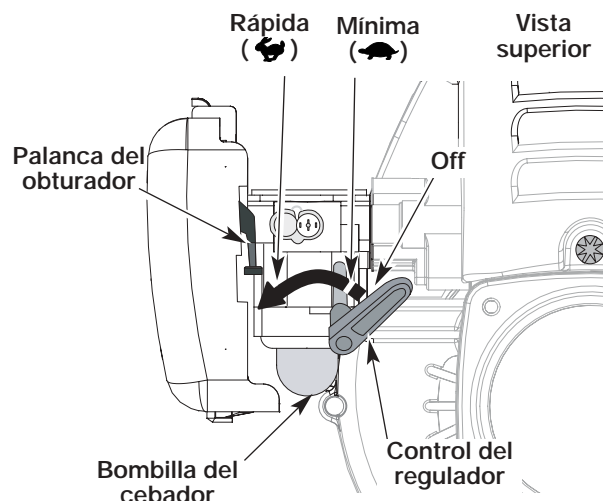
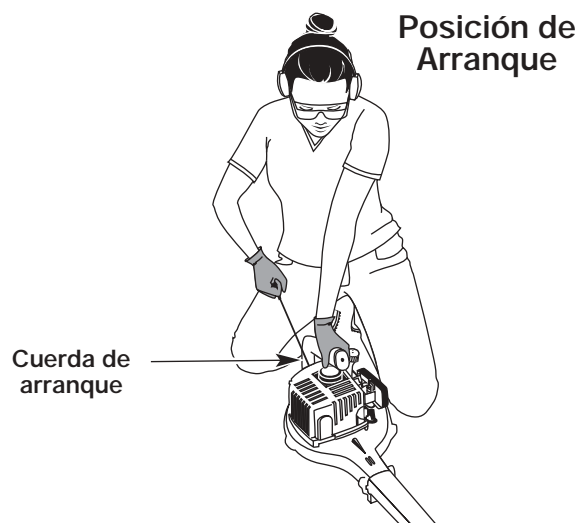

Fig. 2
Fig. 4
ADVERTENCIA: Evite los arranques accidentales. Esté en posición de arranque cuando hale la cuerda (Fig. 4).
4. Ponga la unidad en la posición de arranque (Fig. 4). Coloque el control del regulador en la posición de **RÁPIDA** (Fast) (Fig. 2).
1. Para apagar el soplador, mueva la palanca de control del regulador todo hacia la derecha, más allá de la posición de baja en vacío (Idle) hasta que sienta un clic. Cerciérese de mover la palanca hasta el retén de la extrema derecha para apagar la unidad (Fig. 2).